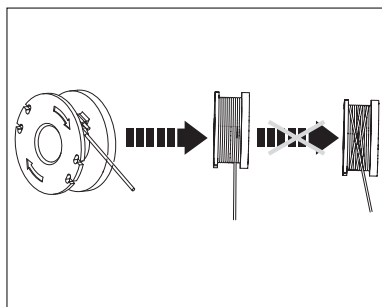

Fig. 36
9. Enrole firmemente a linha de corte completa em volta do carretel, na direção das setas presentes no carretel (Fig. 36).